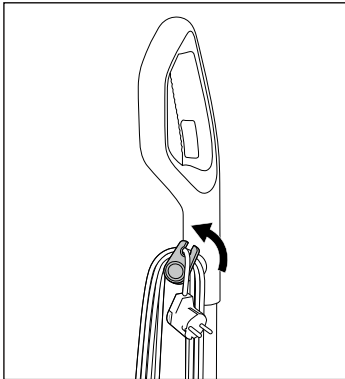

Abb. 43
- ◆ Ziehen Sie den oberen Kabelhalter **16** ein wenig heraus und drehen Sie diesen wieder nach oben (siehe Abb. 43).